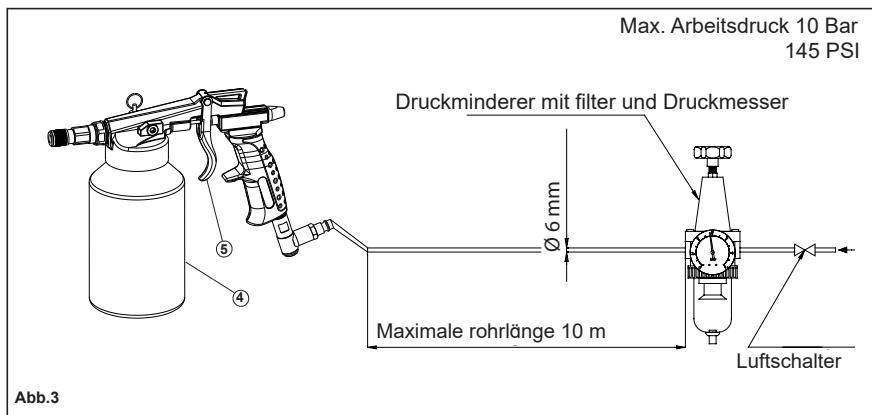

Abb.3
**⚠** Zwischen der airco well® Druckpistole und der Druckluftanlage müssen folgende Elemente liegen: ein Trennschalter, ein Druckminderer mit Filter und Druckanzeige; das Verbindungsleitung darf maximal 10 Meter lang sein (Abb. 3).
**⚠** Vor allen Arbeiten an der airco well® Druckbecherpistole und vor die Entfernung des Tanks (4), ist die airco well® Druckbecherpistole von der Luftzufuhr zu trennen.
9.2 Pneumatischer Anschluss der Luftzufuhr, siehe Punkt 8.1 Abb.3.